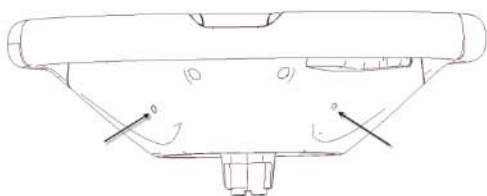

图 5.2 转向盘拆卸孔
①对齐转向盘两侧的小圆孔，使用小一字起推动内部弹簧，松开 DAB。如图 5.2 所示。